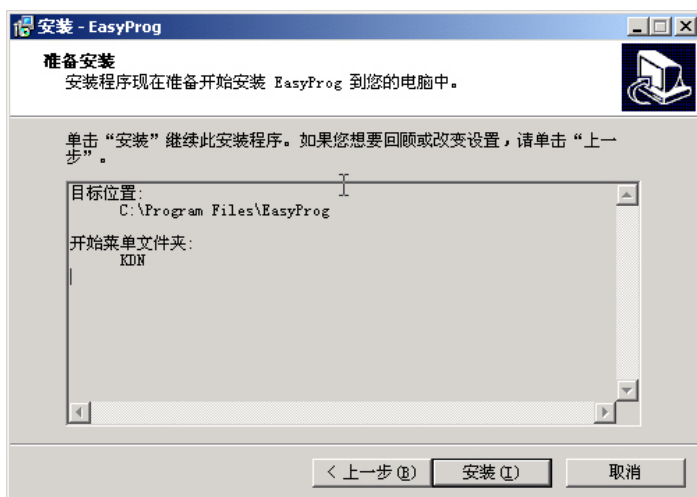

图 2-5
⑤ 用户选择完是否在桌面、运行栏中创建快捷方式后, 单击 [下一步], 将提示确认准备开始安装。如图 2-5: